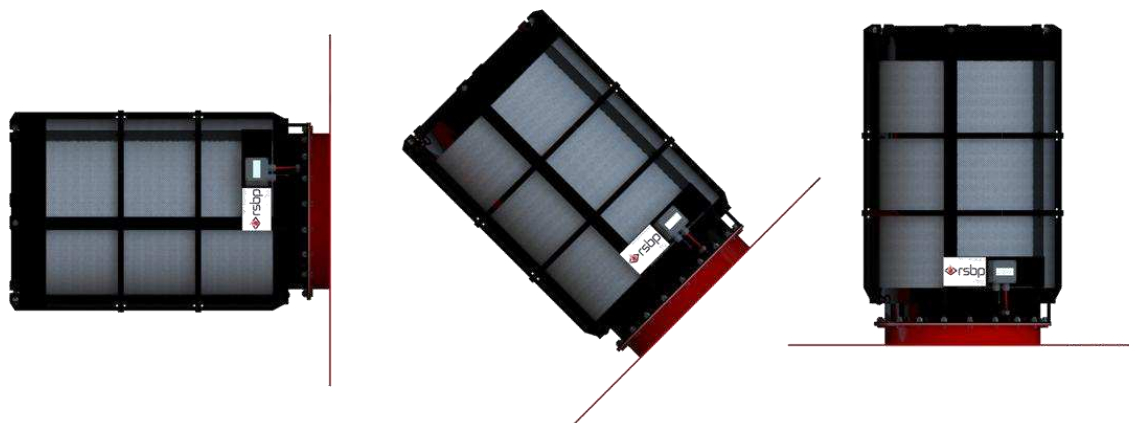

Рис. 14 – Ориентация пламягасителя
- 10) Пламягаситель может устанавливаться вертикально, горизонтально или под углом. Цель заключается в том, чтобы мембрана не была ориентирована против прямого распространения пыли (рис. 14).